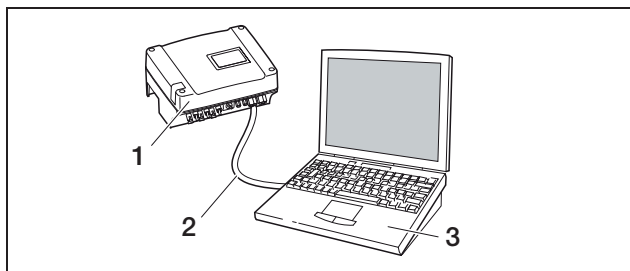

Figure 41: Connexion de l'onduleur et de l'ordinateur au moyen d'un câble Ethernet
- a) directement par un câble Ethernet (voir figure 41) ou